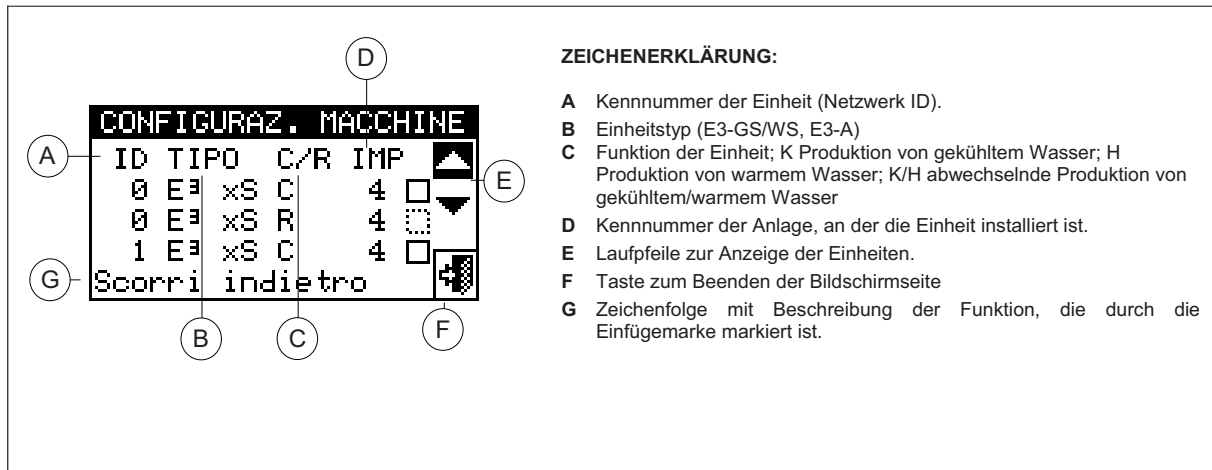

Abbildung 8 – BEISPIEL EINER BILDSCHIRMSEITE FÜR DAS MENÜ EINHEITEN-KONFIGURATION
Die Abbildung 8 zeigt ein Beispiel einer Bildschirmseite des Menüs Einheiten-Konfiguration.
Auf der Bildschirmseite in Abbildung 8 werden die vorhandenen Einheiten angezeigt. Für jede Einheit sind die Geräte-ID, der Gerätetyp, die Funktion (Heizen und/oder Kühlen) und die Nummer (ID) der Anlage angegeben, der sie zugeordnet sind.